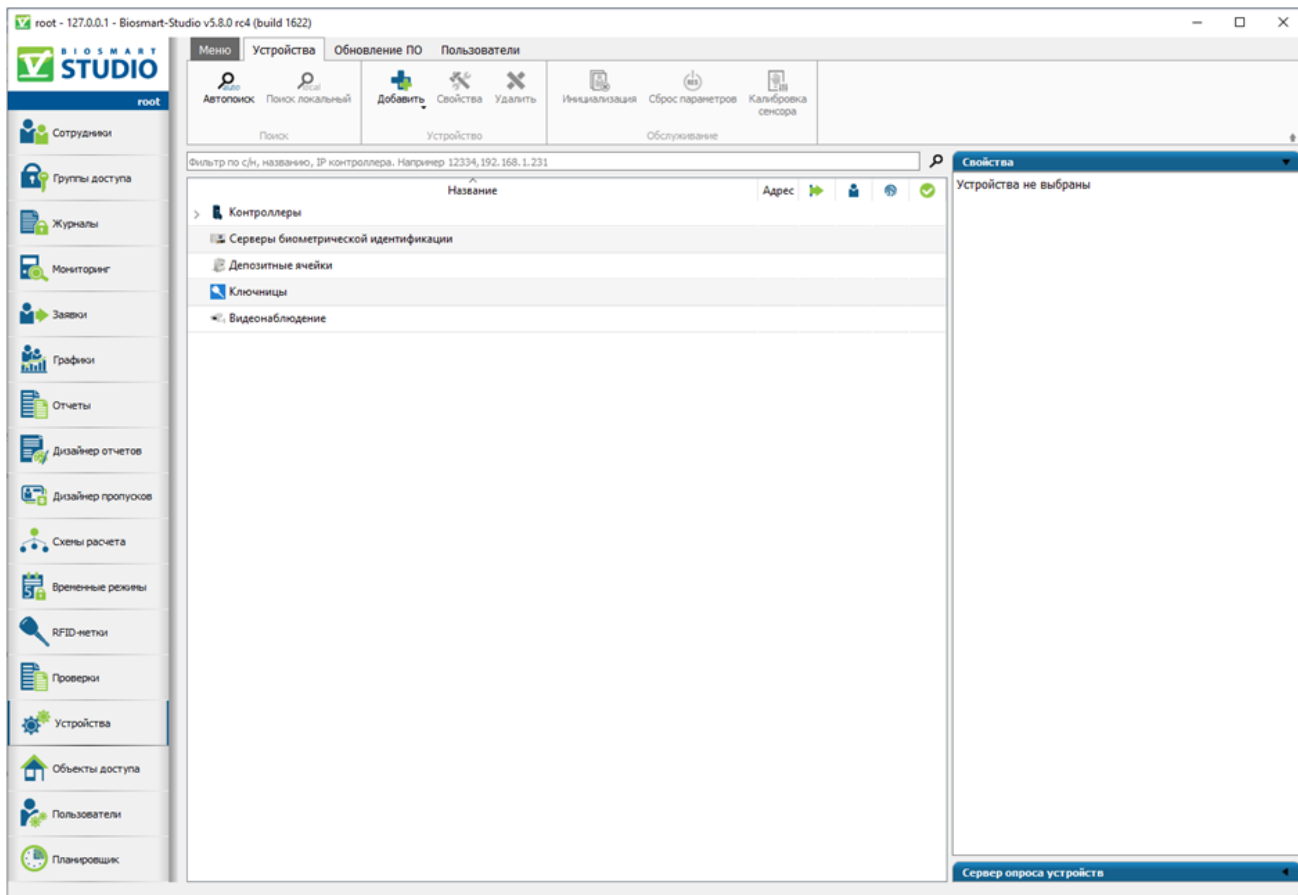

Рисунок 46 – Раздел «Устройства» в ПО Biosmart-Studio v5
2.4.3.3 Если количество устройств, подключенных к сети невелико, то рекомендуется выполнять автоматический поиск. Для автоматического поиска терминала в сети нужно в ПО Biosmart-Studio v5 перейти в раздел «Устройства» (см. рисунок 46) и нажать кнопку «Автопоиск».